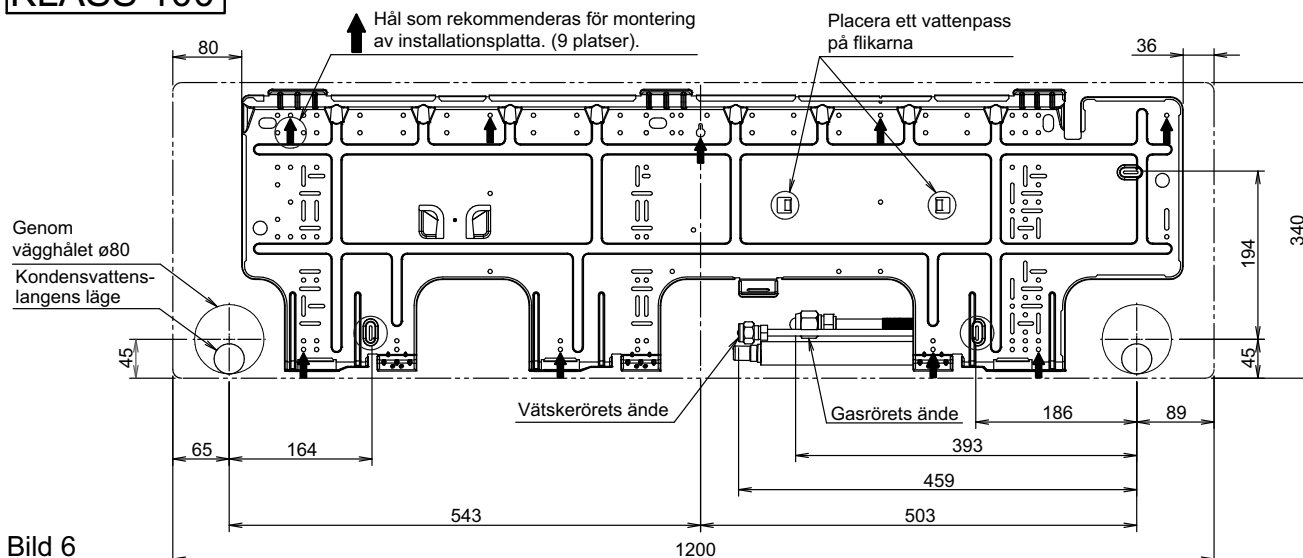

Bild 6
### (1) Så här monterar du installationsplattan (se bild 6)